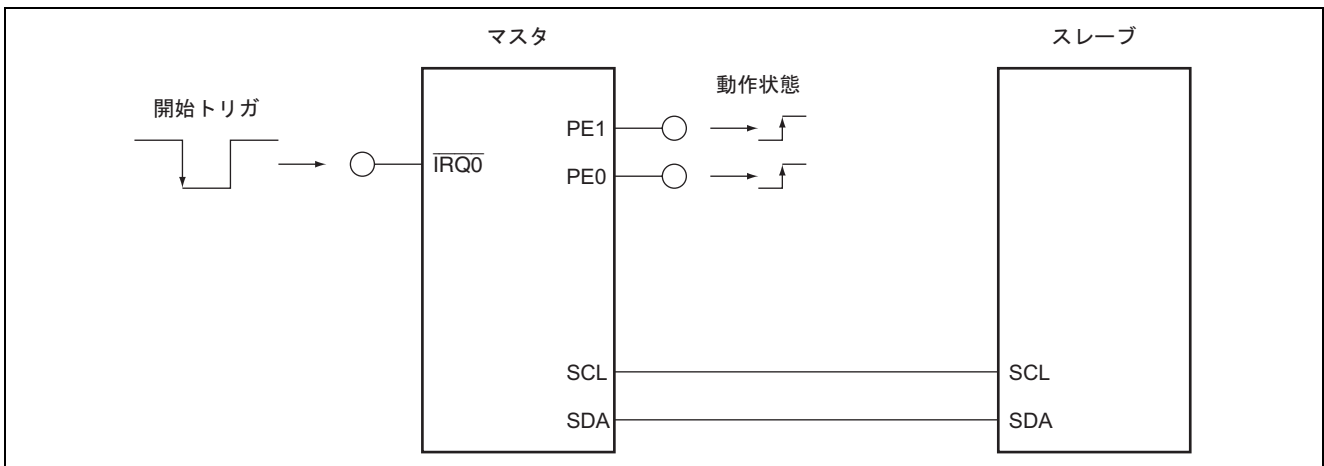

図 1 I²C バスインタフェース 2 マルチマスタモード通信接続図
- 図 1 に I²C バスインタフェース 2 によるシングルマスタモード通信の接続図を示します。表 1 に各デバイスのスレーブアドレスと SAR_0 レジスタへの設定値を示します。